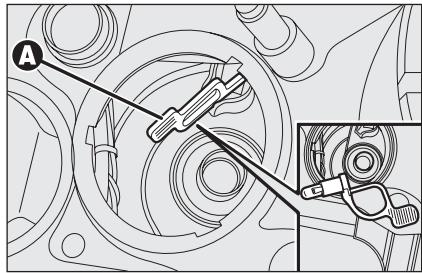

fig. 27
- tire de la lengüeta **A**-fig. 27, saque la lámpara y sustitúyala;